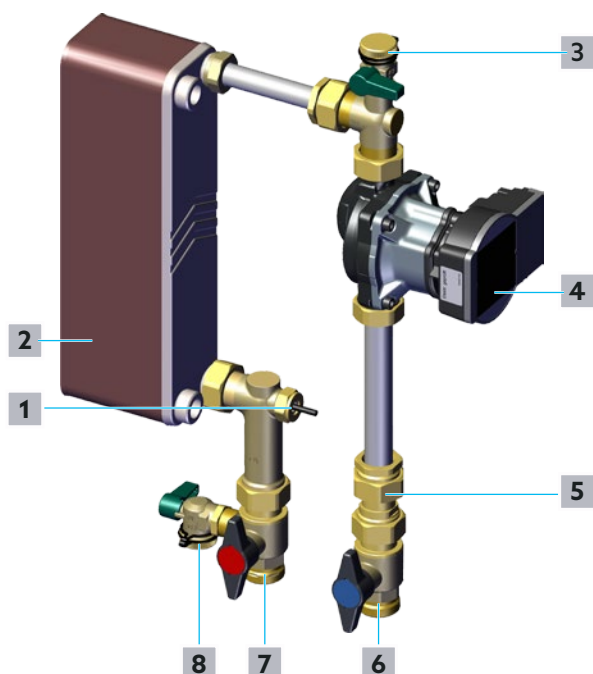

Fig. 18: Llenado y purgado del circuito del acumulador
- 1** Abra la válvula de bola de corte de la alimentación del circuito del acumulador lentamente (véase posición **7** en Fig. 18 en la página 25 y posición **2** en Fig. 2 en la página 12).
- 2** Desenrosque el tapón de la válvula de bola de llenado y vaciado del retorno del circuito del acumulador (véase posición **3** en Fig. 18 en la página 25 y posición **9** en Fig. 2 en la página 12).
- 7** Abra lentamente la válvula de bola de corte del circuito de retorno del acumulador (véase posición **6** en Fig. 18 en la página 25 y posición **9** en Fig. 2 en la página 12).